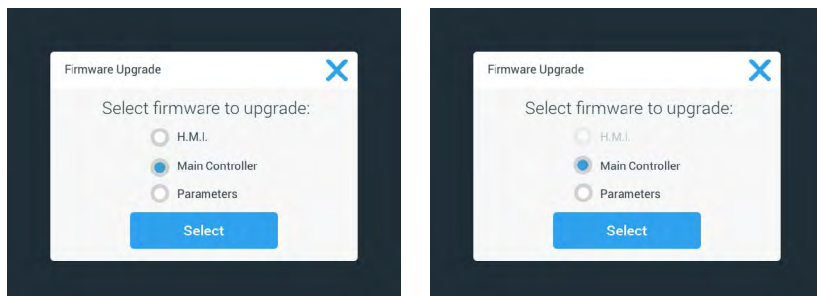

図 115: インストールするファームウェアの項目の選択
11. アップグレードするファームウェアがある場合は、図 115に示すような項目別リストが「ファームウェアのアップグレード」画面に表示されます。アップグレードするファームウェアの項目をタップします。
注 GUIファームウェアのみをアップグレードするため、図 115に示されているリストのオプションでH. M. I.を選択した場合は、アップグレードを開始してから最高1分間は、GUIディスプレイでタッチスクリーンのアクティブなエリアをそれ以上タップしても応答しません。この間は、シェーカーの電源を切らないでください。電源を切った場合は、アップグレードが正常に完了しません。シェーカーはしばらくすると再起動し、また使用できるようになります。
注 複数のファームウェアのコンポーネントを一度にアップグレードするため、図 115に示すリストから2つまたは3つのオプションを選択した場合は、アップグレードの処理中は常にシェーカーの電源をオンに保持します。電源を切ってはいけません。